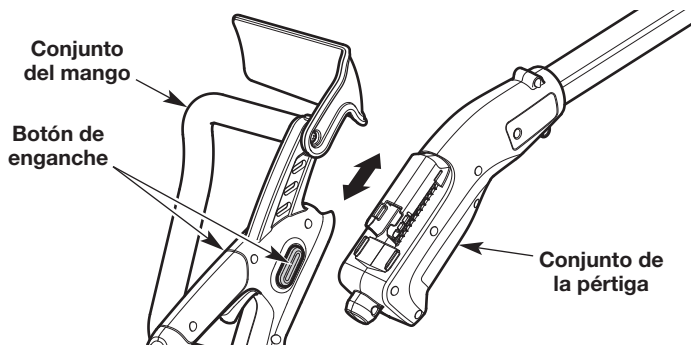

Fig. 3
4. **Conecte el conjunto del mango en el conjunto de la pértiga (Fig. 3):** Mantenga presionado los botones de enganche a ambos lados del conjunto del mango. Mientras continúa presionando los botones de enganche, deslice el conjunto del mango hacia el conjunto de la pértiga. Suelte los botones de enganche y tire suavemente de los conjuntos para asegurarse de que estén completamente conectados.
2. **Desconecte el conjunto del mango del conjunto de la pértiga (Fig. 3):** Mantenga presionado los botones de enganche a ambos lados del conjunto del mango. Mientras continúa presionando los botones de enganche, deslice el conjunto del mango fuera del conjunto de la pértiga.